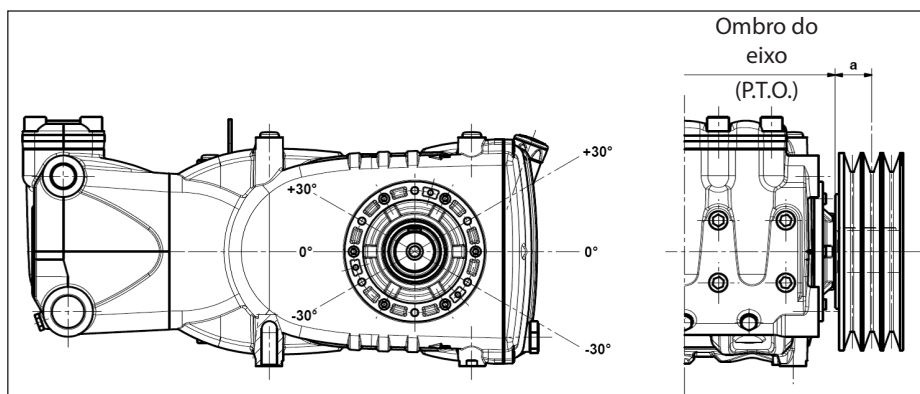

Fig. 10
A carga radial sobre o eixo não deve ser superior a 4500 N (valor necessário para a definição do layout). A transmissão é considerada adequada se tal carga é aplicada a uma distância máxima de  $a = 50$  mm do ombro do eixo (P.T.O), conforme indicado na Fig. 10.
- b) Use correias de alto rendimento - por exemplo **XPB** ao invés de **SPB** - enquanto resultar necessária uma quantidade inferior de correia para a mesma potência transmitida e uma distância inferior consequente da resultante em relação do ombro do eixo (P.T.O.) "a" da Fig. 10.